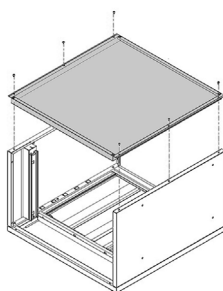

Figure 3
3. Installez le panneau arrière (n° 6) contre les panneaux gauche et droit. Fixez chacun d'eux à l'aide de vis M4 x 10 (fig. 3).